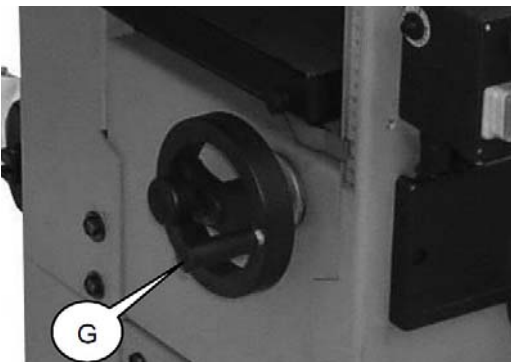

Abb. 27: Handrad Dickentisch
Schritt 8: Mit Hilfe des Handrads (G, Abb.27) den Dickentisch auf die gewünschte Höhe einstellen.